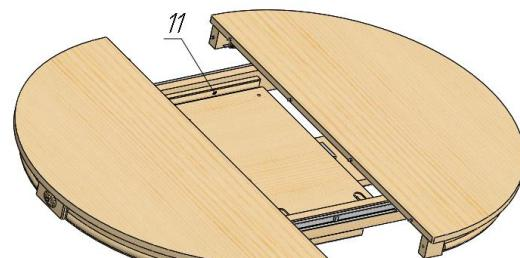

Рис. 4
7.Для сложения вставки необходимо выполнить п.6 в обратном порядке. При этом боковые накладки вставки (11) снять и установить в подстолье (см. рис.4)